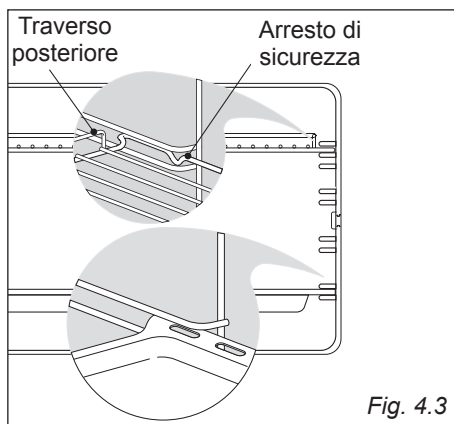

Fig. 4.3
- Infilare in mezzo alle guide dei telai laterali la leccarda e la griglia come in figura (fig. 4.3).
La griglia va montata in modo che l'arresto di sicurezza, che ne evita l'estrazione accidentale, sia rivolto verso l'interno del forno; il traverso posteriore deve essere rivolto verso l'interno della cavità. (fig. 4.3).